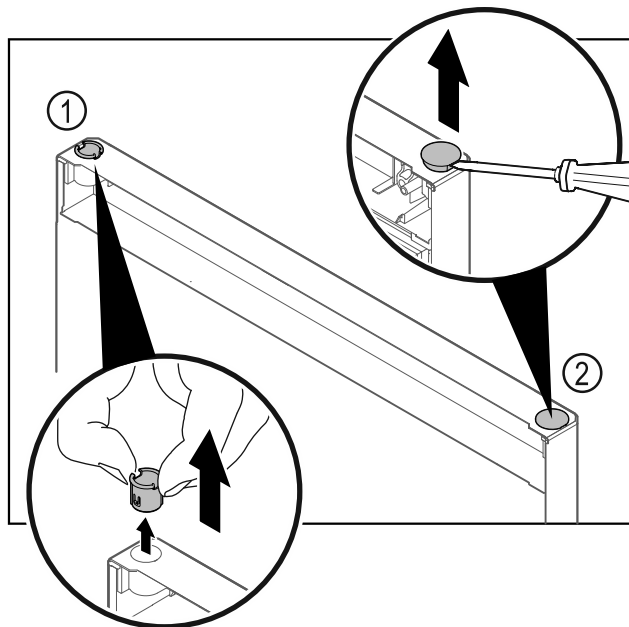

Fig. 31
- Estrarre la boccola cerniera Fig. 31 (1) con le dita.
- Con un cacciavite a testa a intaglio sollevare con cautela il tappo Fig. 31 (2) ed estrarlo.